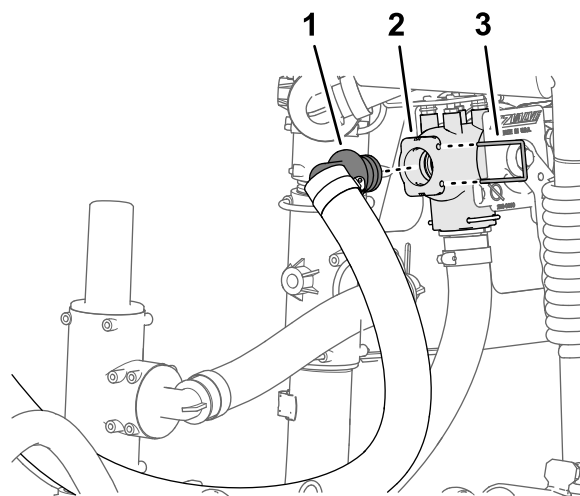

Рисунок 32
3. Установите прямоугольный штуцер типа «елочка» шланга подачи эдуктора в открытое отверстие отсечного клапана эдуктора (Рисунок 32).
4. Прикрепите штуцер типа «елочка» к отсечному клапану с помощью фиксатора (Рисунок 32).